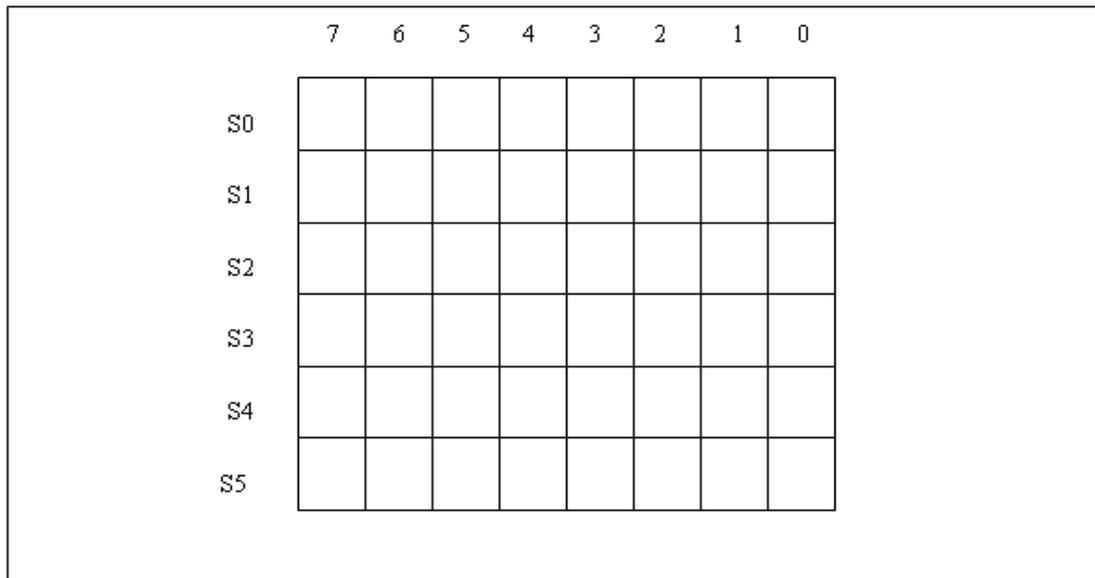

图 9.2.2
(9) 功能指令运算结果寄存器 (S0~S5)。(见图 9.2.2)